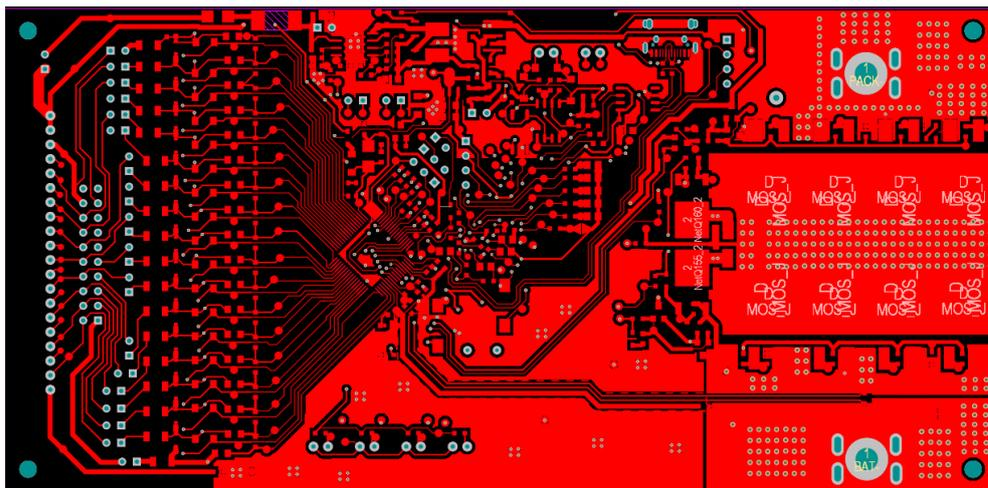

图 12-1 应用板 (170mmX84mm) 顶层布线示例
- 低串应用时，需短路的电芯单元建议在 AFE 的 Cn 引脚处进行，即短路 AFE 端口并联的电容，可以最优化系统 ESD 性能。（参考图 12.1）
- 低功耗方案时 AFE 的 DRIVE 参与供电方案中，在 DRIVE 引脚挂载合适的电容，并建议在输出位置加上合适的稳压管（如 ZD101）或先经过线性调压器的输入，以提供 MCU 更稳定的供电。（参考图 12.1）
- 注意 SRP 和 SRN 引脚串联的电阻 (如图 12.1 17 串同口应用典型电路 (简明电路) 中的 R143 和 R142) 接电流采样电阻端的走线最好单独连线到电流采样电阻两端焊盘处 (开尔文接法), 严格采用差分线走线。